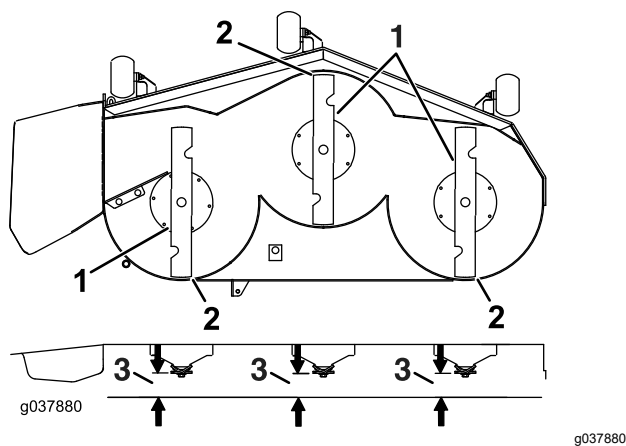

Рисунок 82
7. Проверьте выравнивание ножа по горизонтали в продольном направлении (**Рисунок 82**). Убедитесь, что передний конец ножа ниже заднего конца ножа, как показано в таблице высоты подставок и наклона ножей. Если необходима регулировка, перейдите к выполнению данной процедуры.